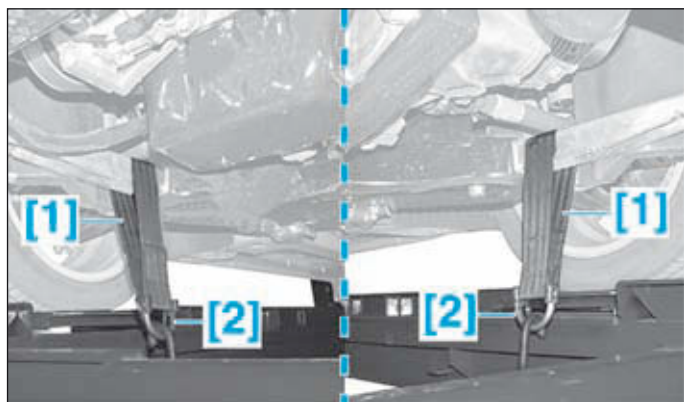

FIG.1
- Placer les outils [1] et [2] autour des prolongateurs de berceau (Fig.1).